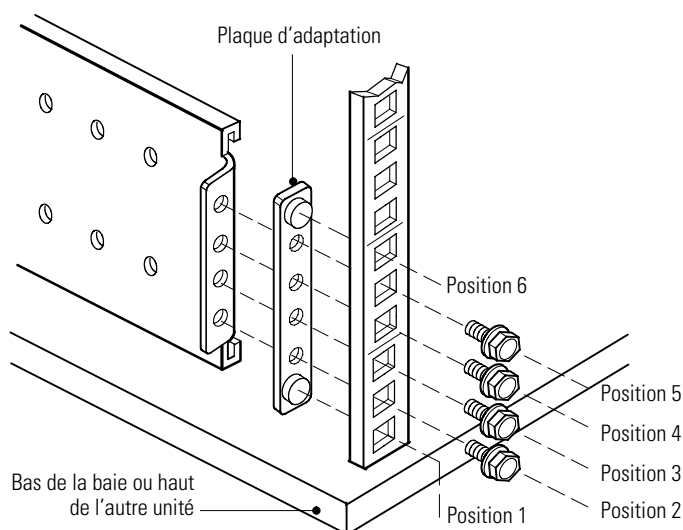

Figure 1. Fixation du rail arrière (rail droit représenté)
2. Fixez le rail à l'arrière de la baie à l'aide de quatre vis de mécanique M5 et d'une plaque d'adaptation (voir la Figure 1).